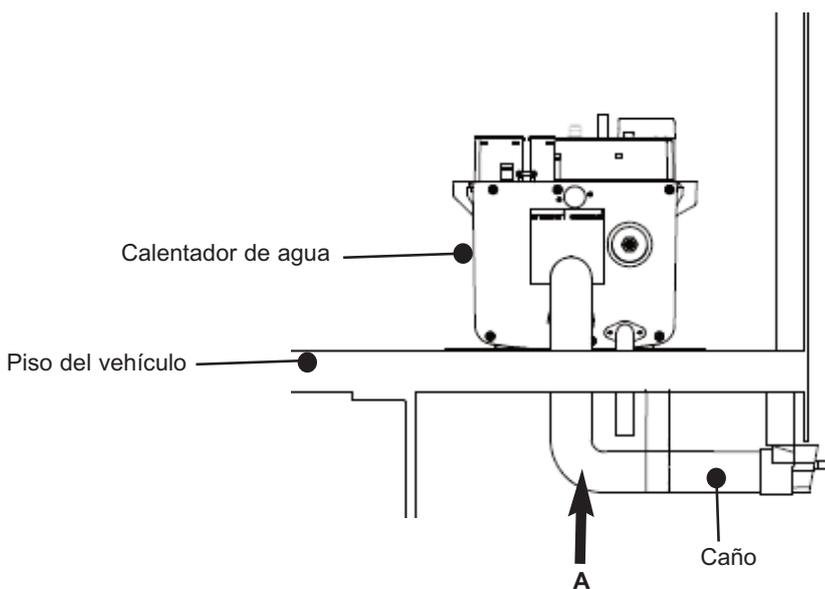

Fig. 25 Dirección del caño
- iv. Insertar entrada del caño en la parte posterior del caño de salida (fijado al piso del vehículo). **Insertar caño hasta el fondo.** Favor, ver Fig. 25. El caño **debe poder** verse en el caño de salida.
Tenga en cuenta: El ducto del caño desde el calentador de agua a la salida del caño **solo puede** tener un tramo de subida. Como se muestra en el punto A de la Fig. 25. Esto permite que la condensación salga del calentador de agua.